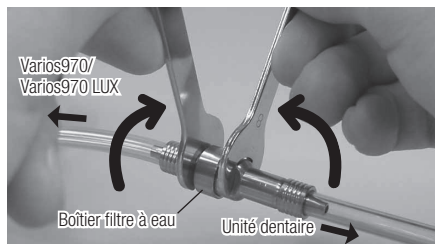

Fig.42
- 2) Montez deux clés à écrou (5x8) et tournez-les conformément à l'illustration de la Fig. 42.